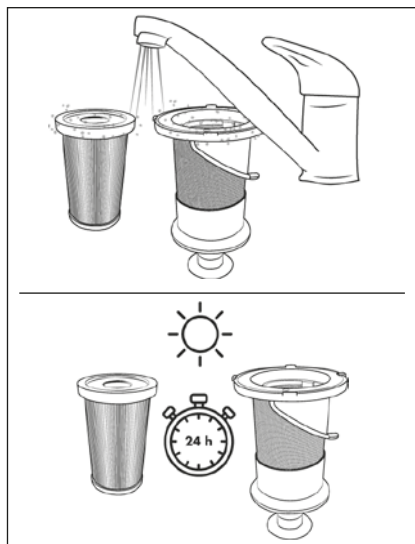

Fig. 20
- 5) Clătiți filtrul HEPA ⑤ și filtrul din oțel inoxidabil ⑥ sub jet de apă rece sau caldă. Lăsați filtrul HEPA ⑤ și filtrul din oțel inoxidabil ⑥ să se usuce complet în aer liber înainte de a le introduce din nou în recipientul de praf ⑦ (a se vedea fig. 20).
① Indicație
- La curățarea filtrului din oțel inoxidabil ⑥ aveți grijă să nu se piardă ștuțul din cauciuc de la orificiul inferior.